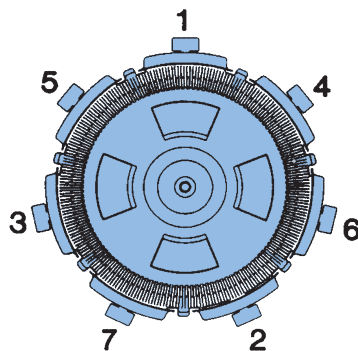

Abb. 4 S7M120
6. Siehe Abbildung 4 und 5. Alle Halterungen in der angegebenen Reihenfolge handfest anziehen.